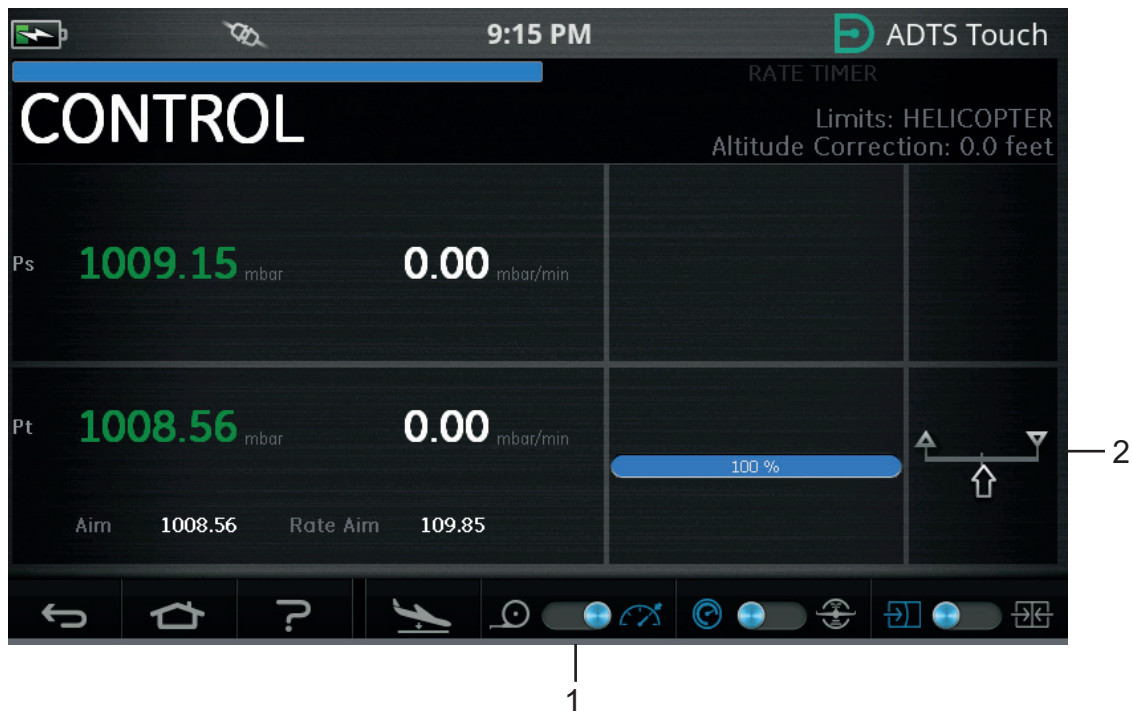

Abbildung 3-56: Steuerungsart „Pt Only“ (Nur Pt)
In Abbildung 3-56 befindet sich der Ps-Kanal im Modus „Measure“ (Messen) und der Pt-Kanal im Modus „Control (Steuerung)“, wie aus der Anzeige (2) hervorgeht.